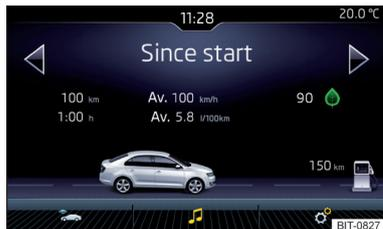

Fig. 179
► Presionar la tecla **CAR**, se visualiza en el menú principal con las siguientes superficies funcionales » fig. 179.